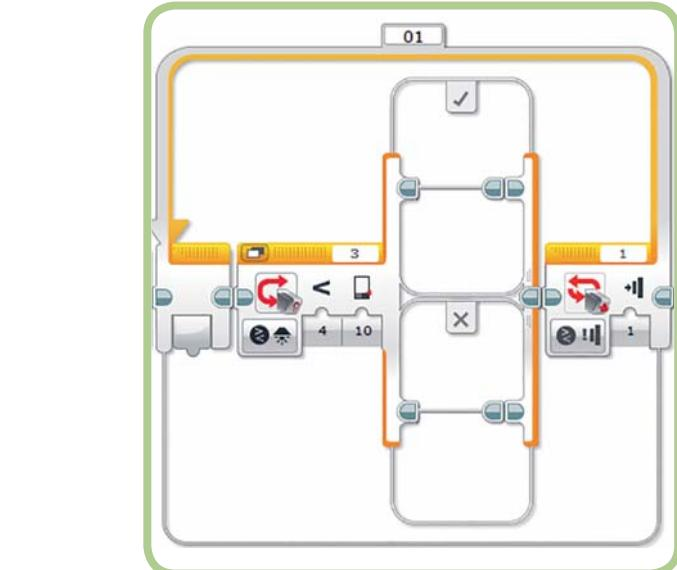

Рис. 6.25. Добавление блока Переключатель (Switch)
9. Для параметра **Пороговое значение** (Threshold value) задай значение 10. Это значение можно будет скорректировать после тестирования, если оно окажется слишком высоким или слишком низким. Блок **Цикл** (Loop) должен выглядеть, как на рис. 6.25.